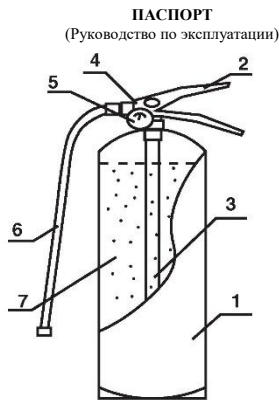

Рис. 1
4.1. Огнетушитель (рис. 1) состоит из корпуса 1, наполненного огнетушащим порошком 7. На горловине закреплено запорно-пусковое устройство 4 с индикатором давления 5. ЗПУ оснащено ручкой для переноски огнетушителя и ручкой для управления подачей порошка 2. Огнетушитель оснащен сифонной трубкой 3, гибким рукавом 6 (кроме ОП-1, ОП-2, ОП-3) и распылителем для получения факела распыла порошка. Огнетушитель оснащен чекой для предотвращения самосрабатывания.